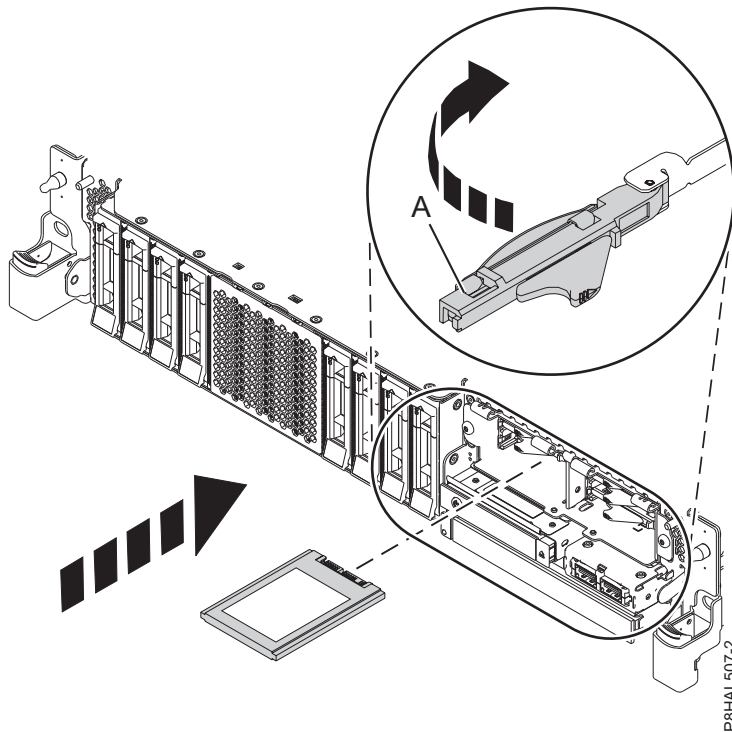

Figura 35. Instal·lació d'una SSD en un sistema de funció expandida
15. Amb la nansa del compartiment d'unitats SSD (A) en posició desbloquejada, feu sortir la palanca per poder accedir a les guies de la ranura SSD. Agafeu la part inferior de l'SSD mentre l'alineeu amb les guies de la ranura SSD. Consulteu Figura 35 a la pàgina 37.
19. Bloquegeu la unitat fent girar la nansa del compartiment (A) en la direcció que es mostra a Figura 35 a la pàgina 37.